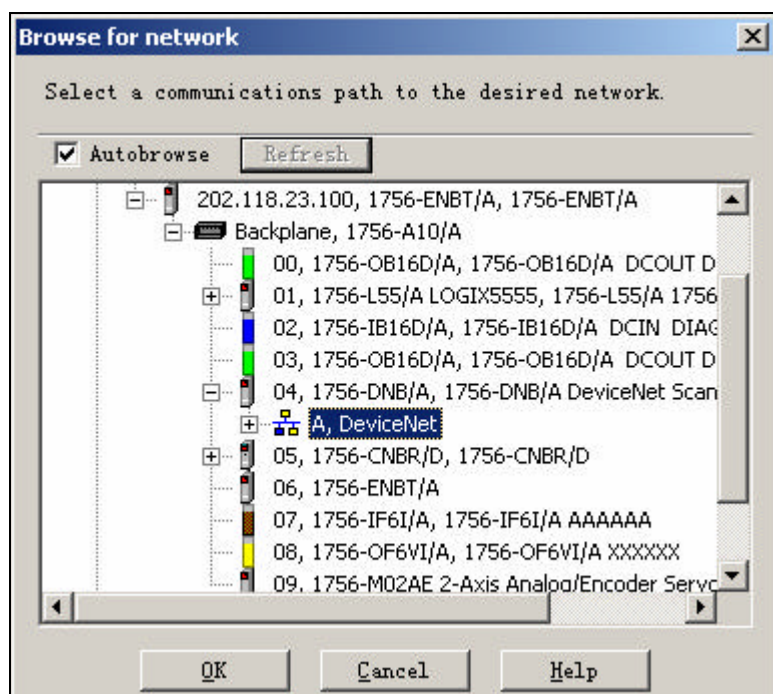

图 5-21 连接到网络
(9) 单击 *Start→Programme→Rockwell Software →RSNetWorx→NetWorx for DeviceNet* , 打开 RSNetworx for DeviceNet 软件。点击工具栏上的  图标，显示“Browse for network”对话框，选择 DeviceNet，点击 OK，如图 5-21 所示。